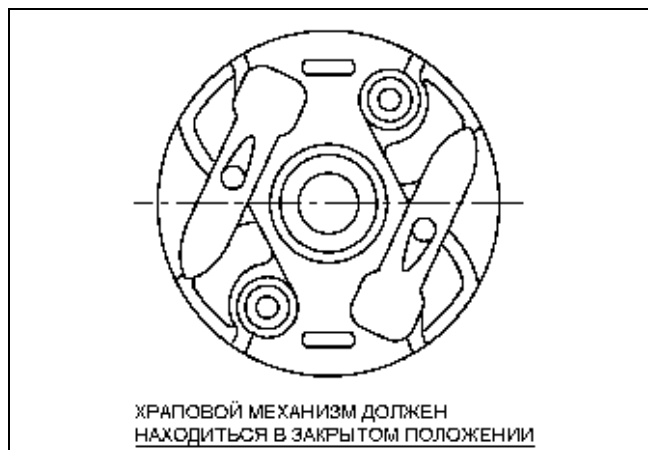

Рис. 13-5
- (2) Установите компоненты
-1 Установите в барабан храповой механизм. (Рис. 13-5)